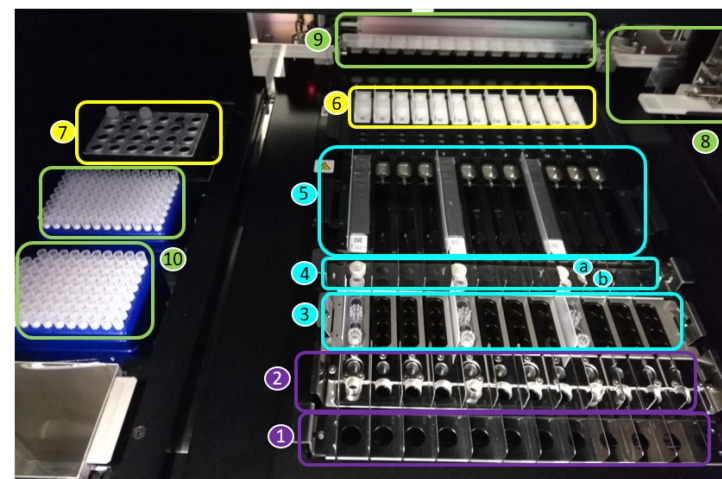

Figura 1: A área de carregamento do «ELiTe InGenius»
A Figura 1 mostra uma descrição geral do instrumento «ELiTe InGenius».
A Figura 1 mostra: Posição do tabuleiro do tubo principal (1), Posição do tubo de extração(2), Posição do tabuleiro da ponta (3), Posição do tabuleiro do tubo de eluição (Dnase I tubo + adaptador de tubo (a) e tubo de eluição (b)) (4), Posição do tabuleiro do cartucho de eluição (5) e posição do tabuleiro do cartucho de PCR (6), Posição do bloco do reagente de PCR e Controlo interno (gestor de inventários) (7), posições da amostra e de distribuição do reagente (8, 9), da caixa de desperdícios (lado inferior esquerdo) e das pontas (10).
- Para confirmar que estão colocados na posição do gestor de inventário 7 (cf. página 10, Figura 1) reagentes suficientes para o número de testes selecionados, como indicado no ecrã, prima o botão “Seguinte”.
- Coloque tabuleiros de pontas suficientes na posição 10 (cf. página 10, Figura 1).
- Coloque as cassetes de PCR indicadas na posição 6 (cf. página 10, Figura 1).
- Coloque a(s) cassette(s) do cartucho de extração indicadas na posição 5 (cf. Página 10, Figura 1).
- Colocar o DNase I, no adaptador do tubo DNase I indicadas na posição (cf. Página 10, Figura 1).
15. Coloque a quantidade de tubos de eluição Tubo de eluição indicadas na posição 4 (cf. página 10, Figura 1).
17. Coloque a quantidade de cassetes da Ponta indicadas na posição 3 (cf. página 10, Figura 1).
19. Coloque a quantidade de tubos de extração indicada na posição 2 (cf. página 10, Figura 1).